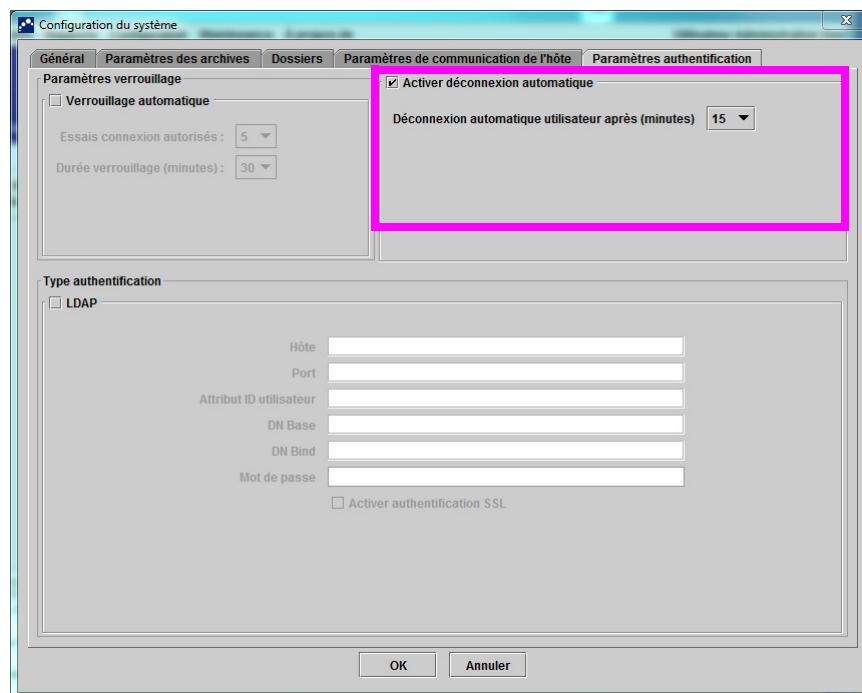

Figure 2-86. Paramètres d'authentification configurés pour la déconnexion automatique
2. Cliquez sur l'onglet **Paramètres authentication** ; les informations sur les paramètres d'authentification s'affichent. Voir la Figure 2-86.